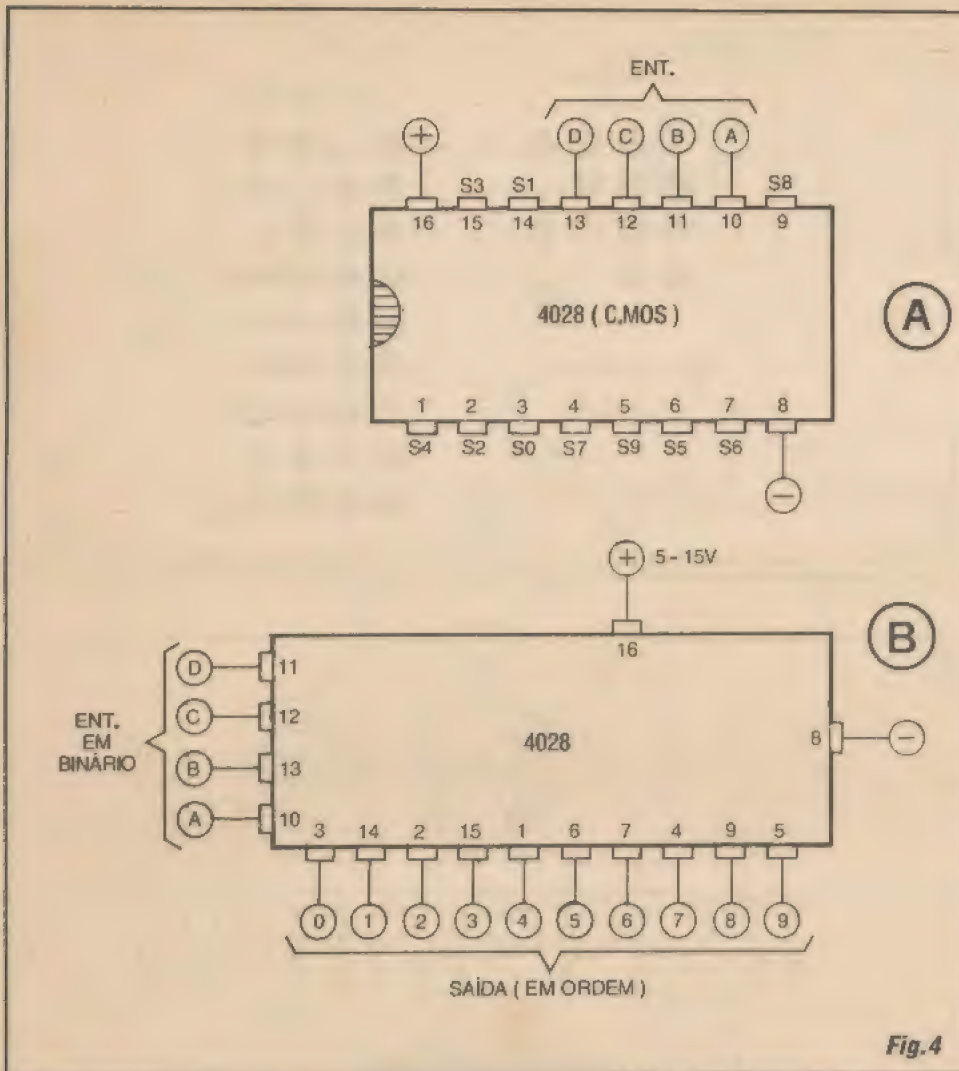

Fig.4
- FIG. 4 - OUTROS TIPOS DE INTEGRADOS CONTADORES... - Ainda dentro da família digital C.MOS, temos mais um representante dos CONTADORES, no integrado 4028, cujas saídas obedecem ao mesmo sistema de decodificação